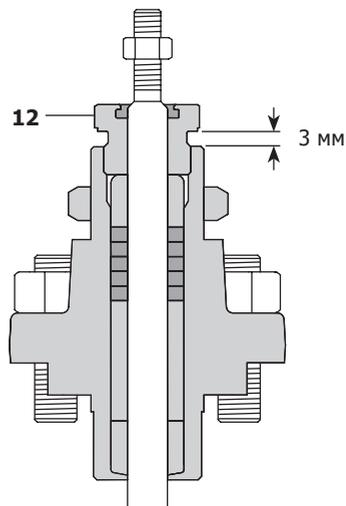

Рис. 24
- Затягивайте гайку (12) пока:
- ii) Графитовое уплотнение: Пока не останется зазор в 3 мм, как показано на рис. 24.
- Накрутите на шток гайку (34).
**Прим.:** Может оказаться необходимым подтянуть нажимную гайку (34) после начала работы клапана, а также через несколько сот циклов работы.
**ВНИМАНИЕ:** Чрезмерная затяжка гайки (34) может привести к недопустимому увеличению сопротивления ходу штока или даже заклиниванию штока в уплотнении.